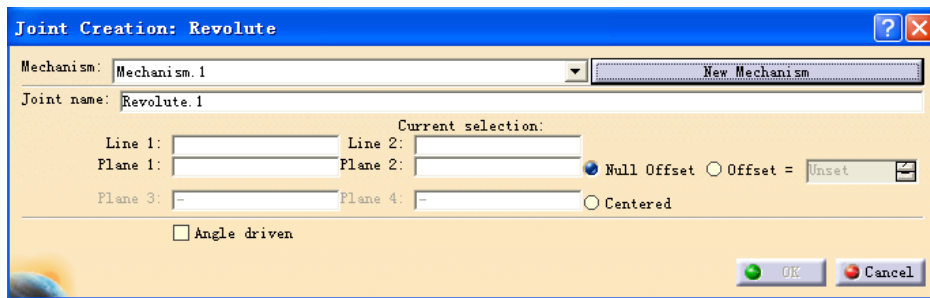

图 13-4
(2) 回到 DMU Kinematics Workbench 后, 点击  键, 对话框中点击 New Mechanism (见图 13-4);